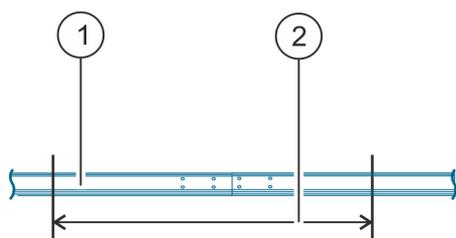

Abb. 6: Temperatur messen
1. ➔ Temperatur der Oberleitungsstromschiene (Abb. 6/1) am vorgesehenen Einbaort messen (Abb. 6/2).